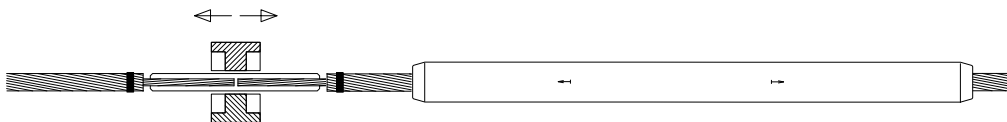

Fig. 2
- 4 Introducir los dos extremos del conductor en el manguito de acero verificando por las marcas sobre el conductor que se sitúan en el centro, y proceder a su compresión con las matrices para acero adecuadas, indicadas sobre el manguito, comenzando desde el centro hacia los extremos siguiendo el sentido indicado por las flechas grabadas en el mismo. **(Fig. 2).** Cada compresión se ha de solapar con la anterior un 20 % aproximadamente.